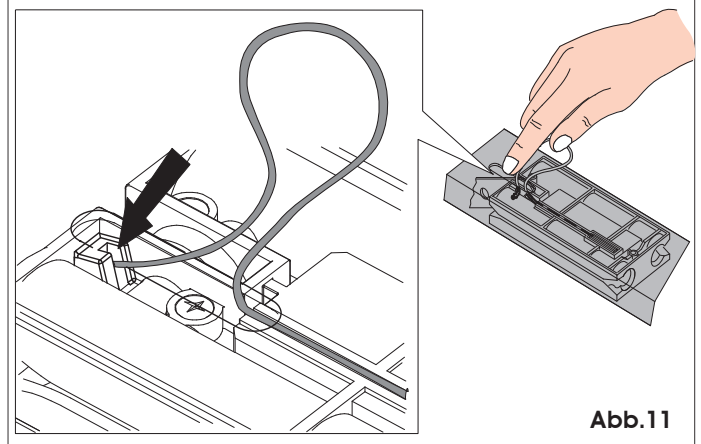

Abb.11
- 3) Den Schlitten so weit in Richtung Zugkupplung zurückfahren, bis die Durchgangsbohrung auf dem Schlitten mit dem Langloch übereinstimmt und dann den von der Ummantelung befreiten Draht einführen (Abb. 11).